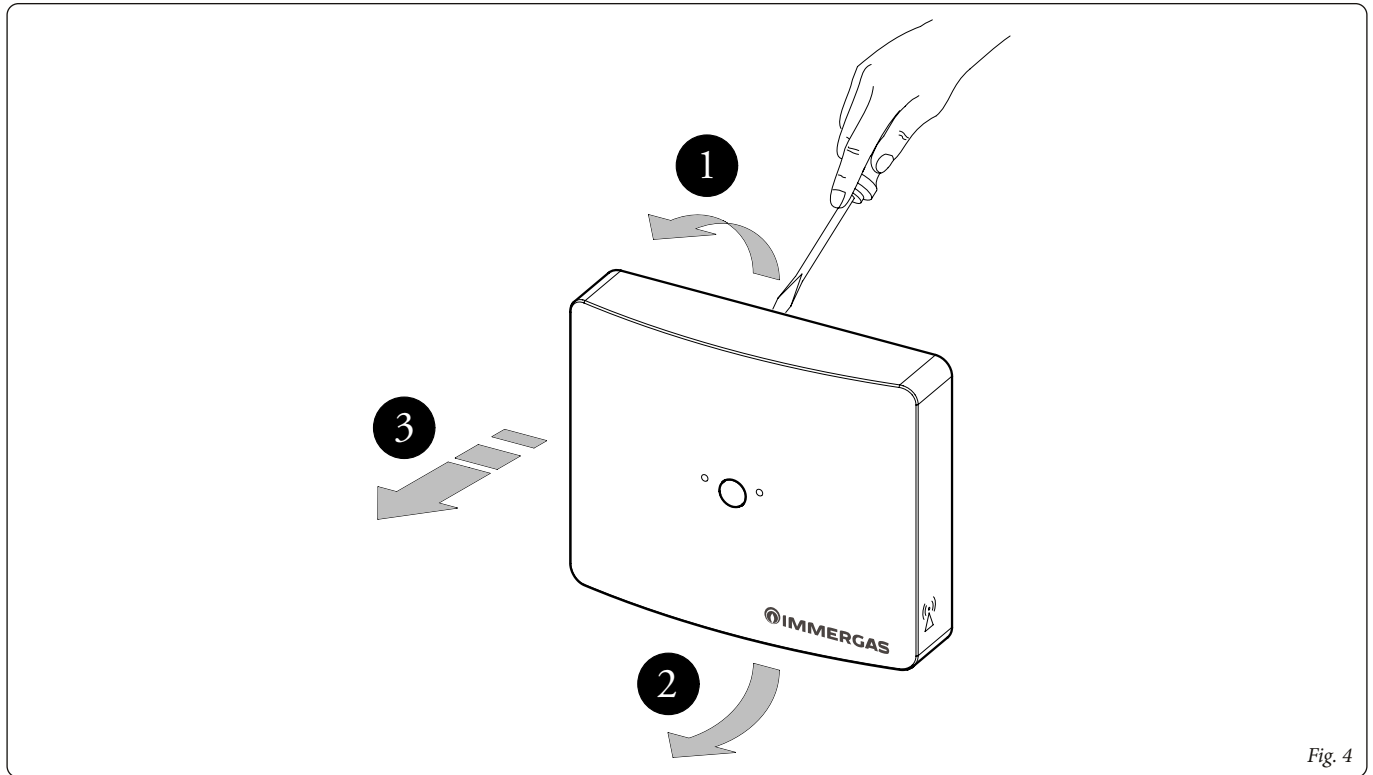

Fig. 4
- 1) Separare il supporto di fissaggio dal coperchio del concentratore facendo leva con un cacciavite nell'apposito incasso. Tirare manualmente verso l'esterno il coperchio per separarlo dal supporto (Fig. 4).
- 1) Separate the fixing support from the cover of the Concentrator by prying with a screwdriver in the appropriate recess. Manually pull the cover outwards to separate it from the support (Fig. 4).